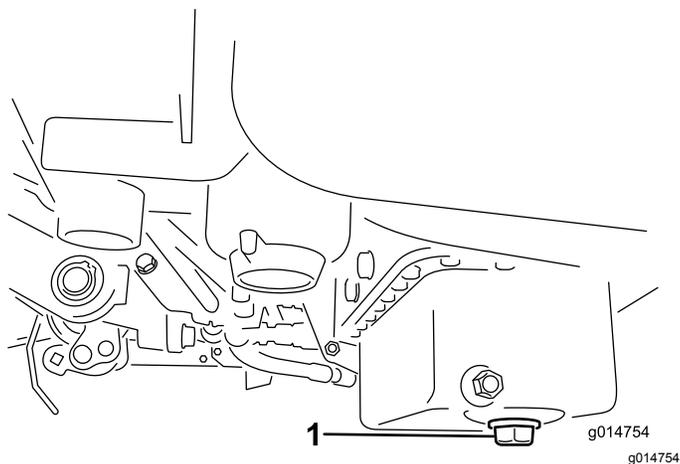

图46
1. 拆下排油塞、让油流入放油盘。油不再流时、安装排油塞 图46。